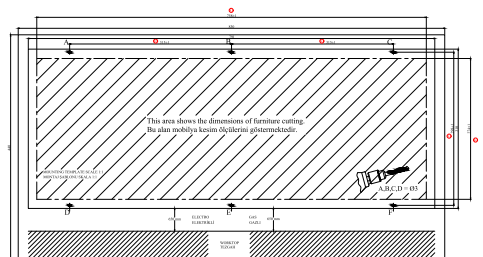

Abbildung 1
- Bohren Sie mit einem 4 mm-Bohrer Löcher in die mit A, B, C, D, E und F an der Installationschablone gekennzeichneten Stellen. (Abbildung 1)